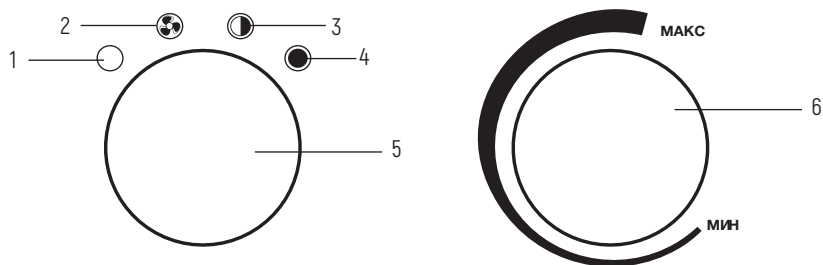

Рис. 2. Панель управления
Для включения прибора в режиме вентиляции (без нагрева) переведите ручку переключателя (5) в положение «☼», (см. рис. 2), при этом начинает работать вентилятор.